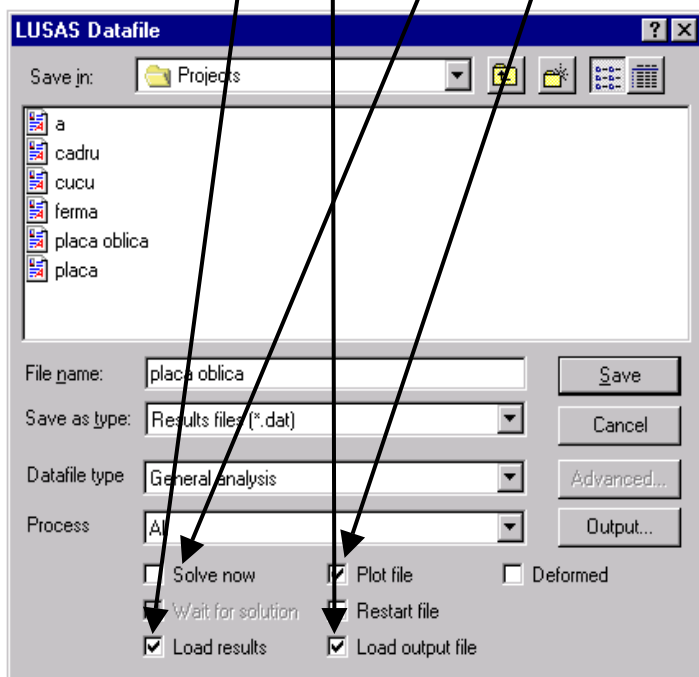

Fig. 43
- în caseta de dialog (fig. 43) se de-selectează opțiunea **Solve now**